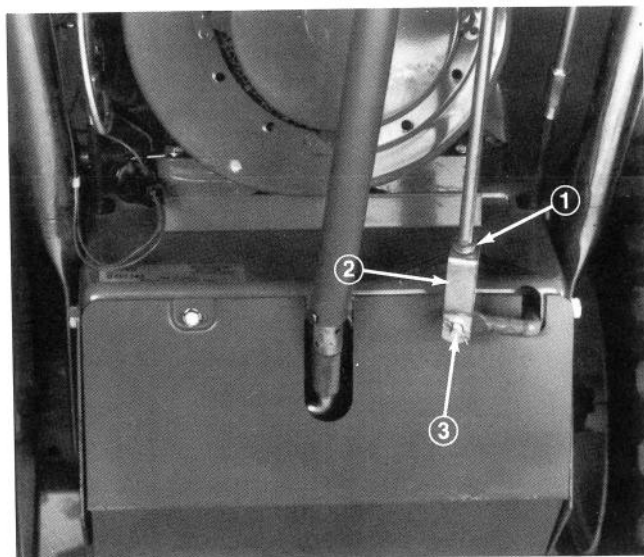

Fig. 39
1. Løsn kontramøtrikken fra det U-formede beslag i bunden af indsamlingsskruens kontrolstang (Fig. 39). Fjern låsebolt og split, der holder beslaget til den bøjede stang (Fig. 39).
2. Drej det U-formede beslag (Fig. 39) mod uret — udad — for at øge drivremmens spænding. Modsat, drej beslaget med uret — indad — for at slække drivremmen.
3. Forbind det U-formede beslag til den bøjede stang med låsebolt og split (Fig. 39). Spænd kontramøtrikken mod toppen af det U-formede beslag (Fig. 39).